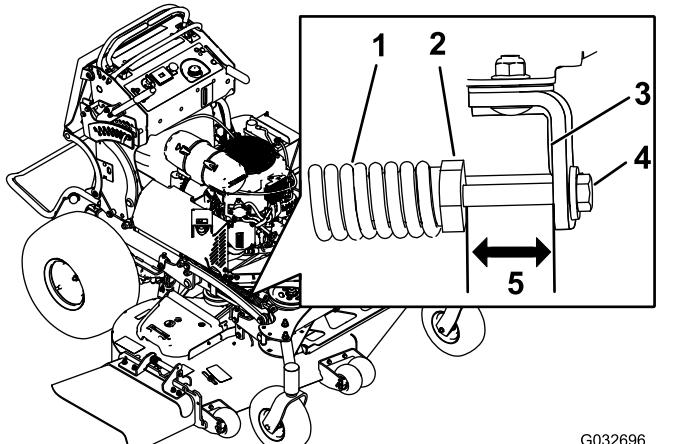

Figura 96
2. Compruebe la distancia entre la tuerca del muelle y el lado trasero del soporte de montaje soldado (Figura 96).
3. Asegúrese de que la longitud es de 51 mm (2") para carcassas de corte de 122 y 132 cm (48" y 52") y de 38 mm (1.5") para carcassas de cortacésped de 152 cm (60"), como se muestra en la Figura 96.
4. Si es necesario, ajuste la distancia ajustando el perno situado en la parte delantera del soporte de montaje (Figura 96).